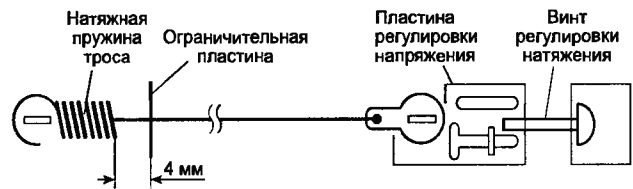

Рис. 5. Регулировка натяжения пружины троса
2. Завинчивайте винт регулировки натяжения троса по часовой стрелке, пока пружина троса не коснется ограничительной пластины (рис. 5). Если контакта между пружиной и пластиной нет, отрегулируйте натяжение регулировочным винтом. Также проверьте, нет ли перехлеста витков троса на шкиве привода базы зеркал;
4. Вывинтите регулировочный винт на шесть оборотов против часовой стрелки, чтобы расстояние между пружиной троса и ограничительной пластиной составляло около 4 мм (рис. 5).